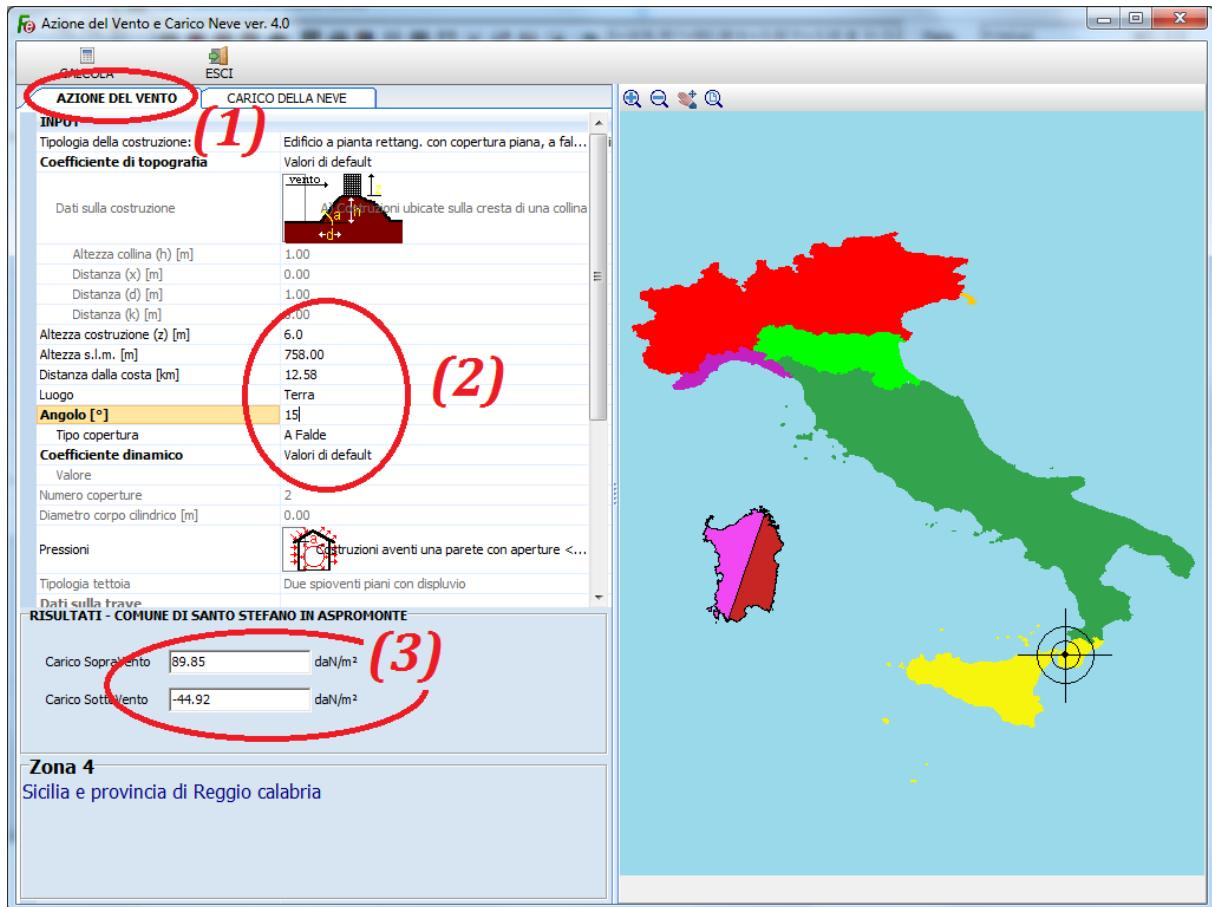

Figura 37
Con riferimento alla figura 37, nell'ambiente omonimo così apparso cliccare sul tasto “*Dati per carico*” (1).